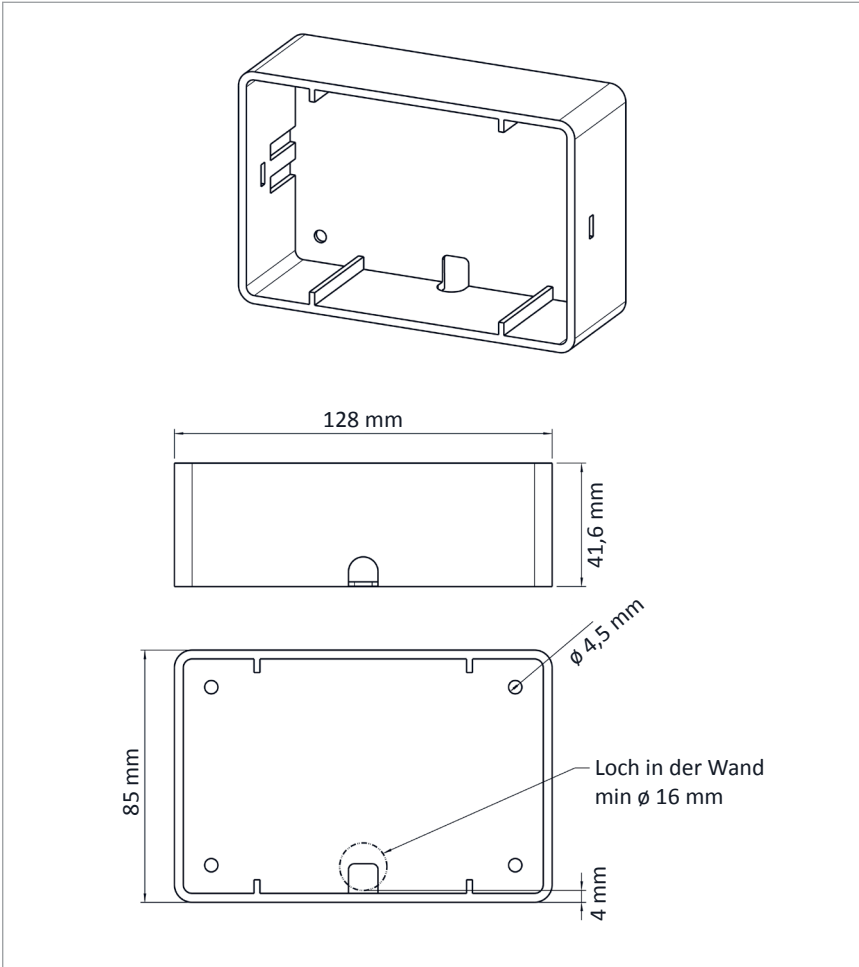

Abb. 7: Abmessungen des Aufputzgehäuses
2. Wandöffnung entsprechend den Maßen in Abbildung 7 herstellen.